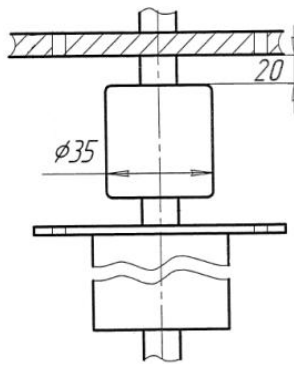

Рис.1. Диаметр и место намотки ленты
- намотать на кабель ленту «ЛИПлент-О» на расстоянии 20 мм от дна изделия, до диаметра 35 мм (см. рис.1);